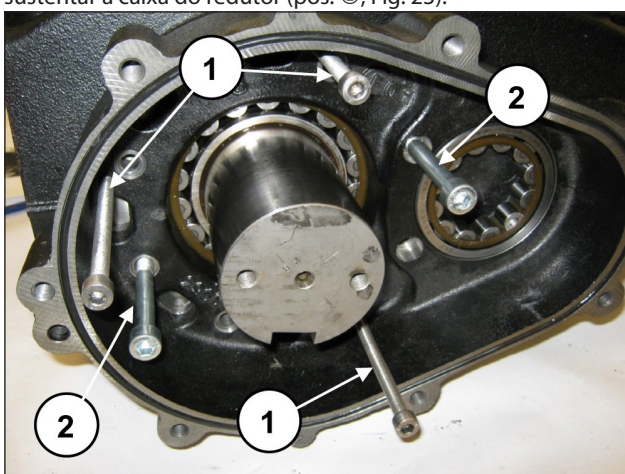

Fig. 23
Posicione três grãos ou parafusos rosqueados M8 (pos. ①, Fig. 23) com a função de extrator nos furos adequados e dois parafusos M10 suficientemente longos, com a função de sustentar a caixa do redutor (pos. ②, Fig. 23).